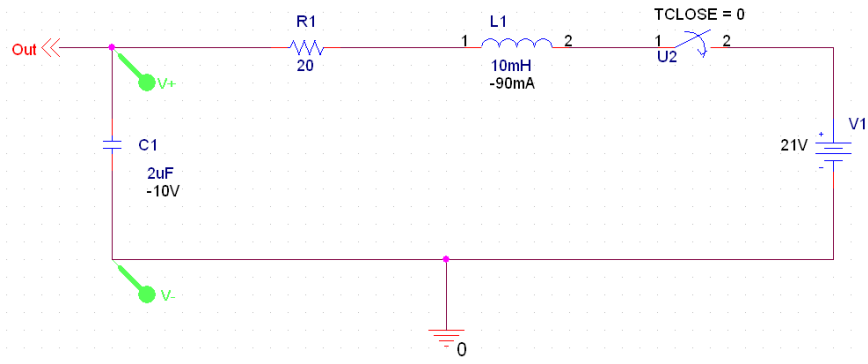

图 59. 有常断开关 U1 的线路图
假设我们有如图 59 的线路图，图 59 有一个常断开关 U2。用 PSpice 可显示当开关合上的瞬间电容器上面的充电电压。
9.1 建立一个 Project 带有图 59 的线路图。这里要说明的是如何建立开关 Sw-tClose。